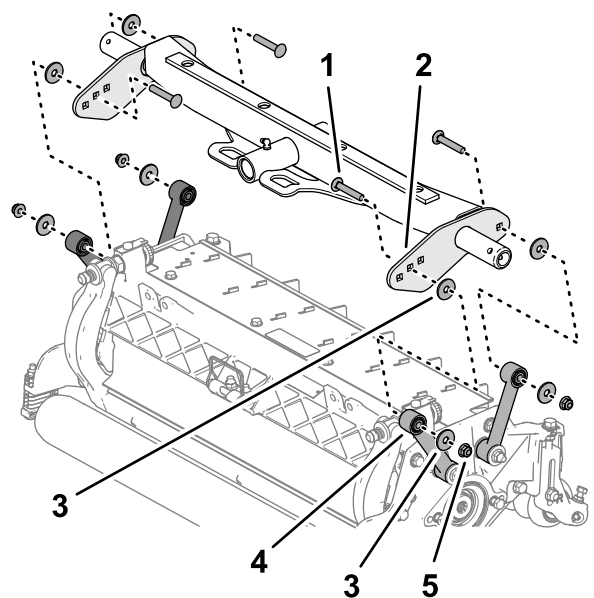

Figura 18
2. Aliniați o aibă între placa de susinere și articulaia (Figura 18) și asamblați lejer plăcile și distanțierul cu un urub de fixare ($\frac{3}{8} \times 2 \frac{1}{4}$ "), aibă și contrapiuliă cu guler ($\frac{3}{8}$ ").